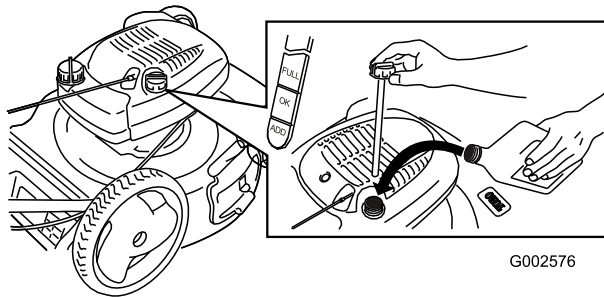

Figura 6
1. Retire la varilla (Figura 6).
2. Vierta **lentamente** aceite en el tubo de llenado hasta que el nivel llegue a la marca **Full** de la varilla (Figura 6). **No llene demasiado.** (Capacidad máxima: 0,6 l, tipo: SAE 30W, aceite detergente con clasificación de servicio API SF, SG, SH, SJ, SL o superior.)